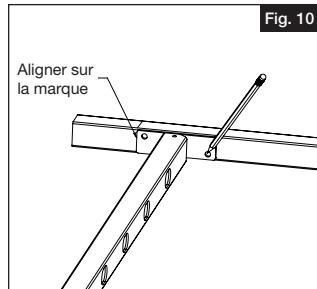
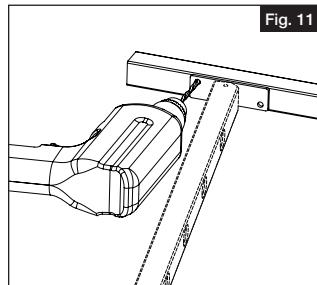

Fig. 10
Fig. 11
- b. Poser le panneau sur une surface plane et propre, et utiliser les marques faites à l'étape 3b pour aligner les deux montants. Marquer l'emplacement des trous pour les vis des montants (Fig. 10). Percer des avant-trous au moyen d'un foret de $\frac{5}{32}$ po (4 mm) (Fig. 11).